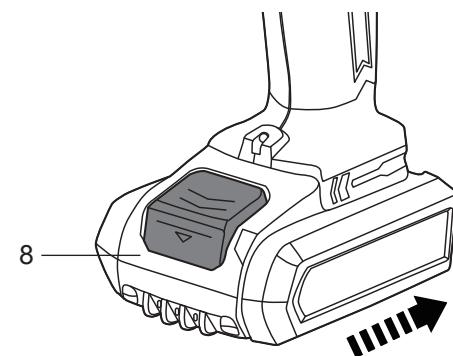

Fig. 5
- > Pentru a ataşa acumulatorul la produs, aliniați pachetul de acumulatoare (8) cu sloturile de glisare ale portului de andocare a acumulatorului și glisați pachetul de acumulatoare în interior (fig. 5).